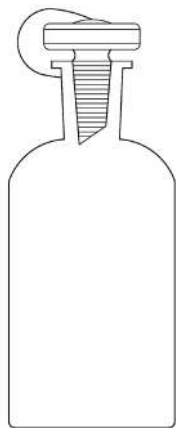

Рис. 95. Бутыль
3. **Бутыль Винклера** (рис. 95) — это специализированный сосуд для взятия проб воды в природном водоеме и проведения анализа на содержание в нем кислорода. Горловина пришлифована под конкретную стеклянную пробку со шлифом. Причем это не взаимозаменяемый конус, а индивидуальная шлифовка. Пробка прикреплена к бутылки специальной клеммой. На стенке имеется большое матовое поле, чтобы сделать отметку, где и когда был взят образец. Бутыль и пробка изготовлены из боросиликатного стекла. При взятии пробы бутыль опускают в воду примерно на полметра, вода должна полностью заполнять сосуд, в нем не должно остаться воздуха. Образец сразу же закрывают пробкой.